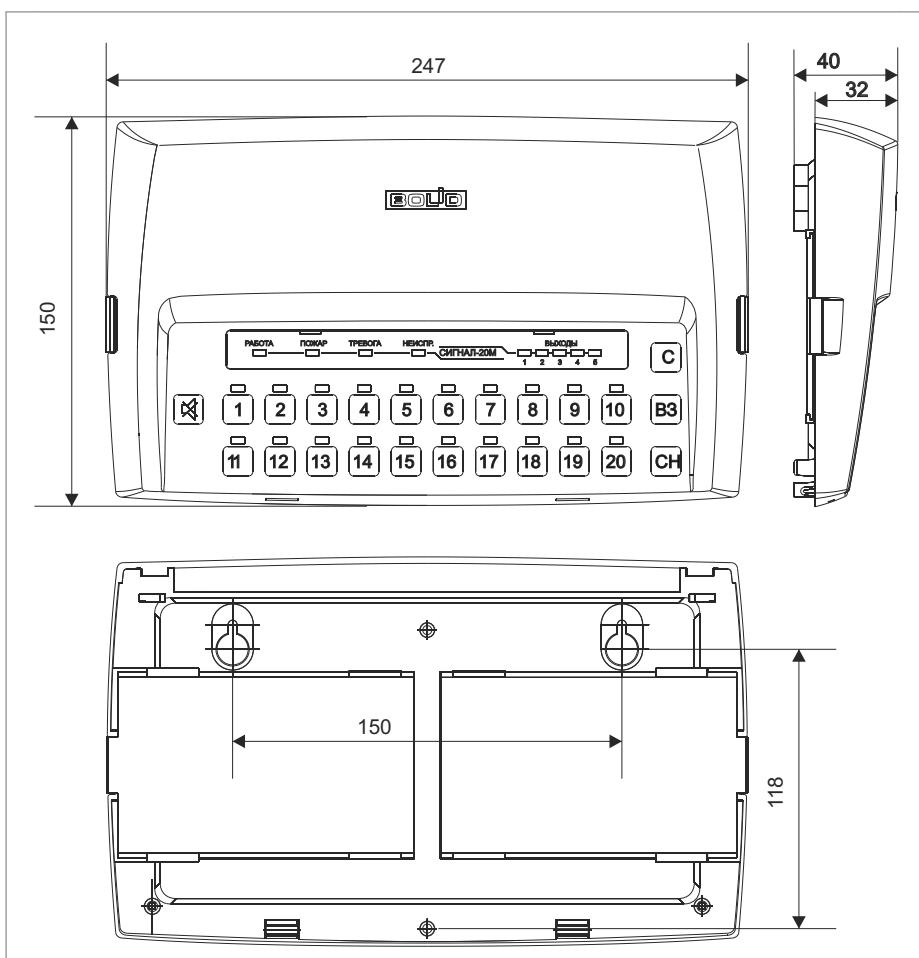

Рисунок 12. Внешний вид и габаритные размеры прибора «Сигнал-20М»
- 1.1. Наметьте на стене места для трех установочных отверстий в соответствии с габаритным чертежом (см. рис. 12 – 14).